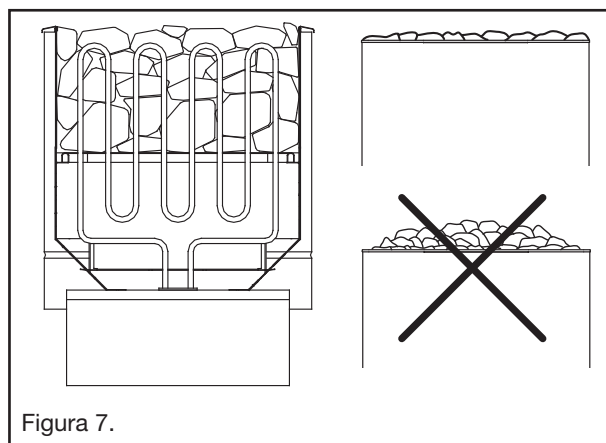

Figura 7.
- Las piedras deben cubrir completamente las resistencias de calefacción (figura 7).